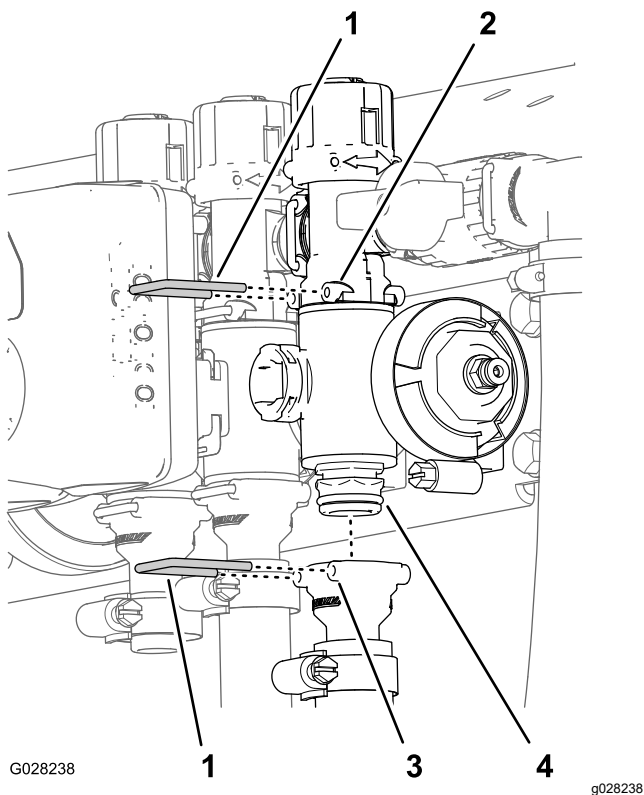

图 120
- 拆下将出口接头固定至喷洒臂段阀歧管和将阀歧管固定至旁通阀接头的卡环图 120。